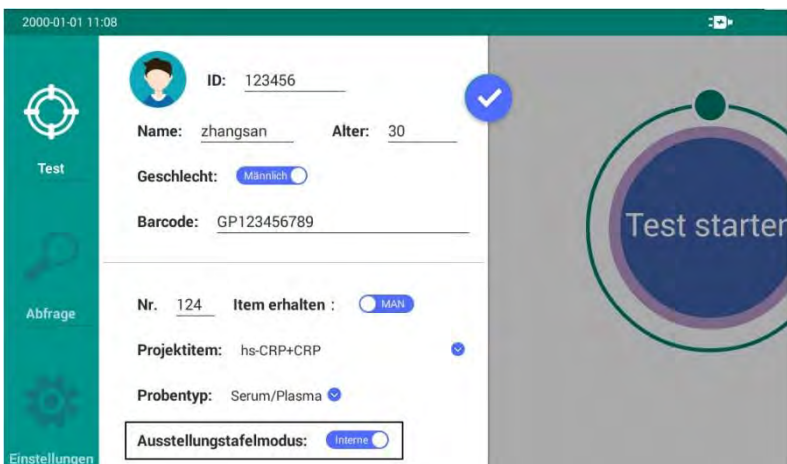

Abbildung 6.4 Auswählen des Ausstellungstafelmodus
- **Ausstellungstafelmodus:** Stellen Sie den Testmodus ein, es stehen 2 Typen zur Auswahl: interne Ausstellungstafel, externe Ausstellungstafel, wie in Abbildung 6.4 gezeigt.